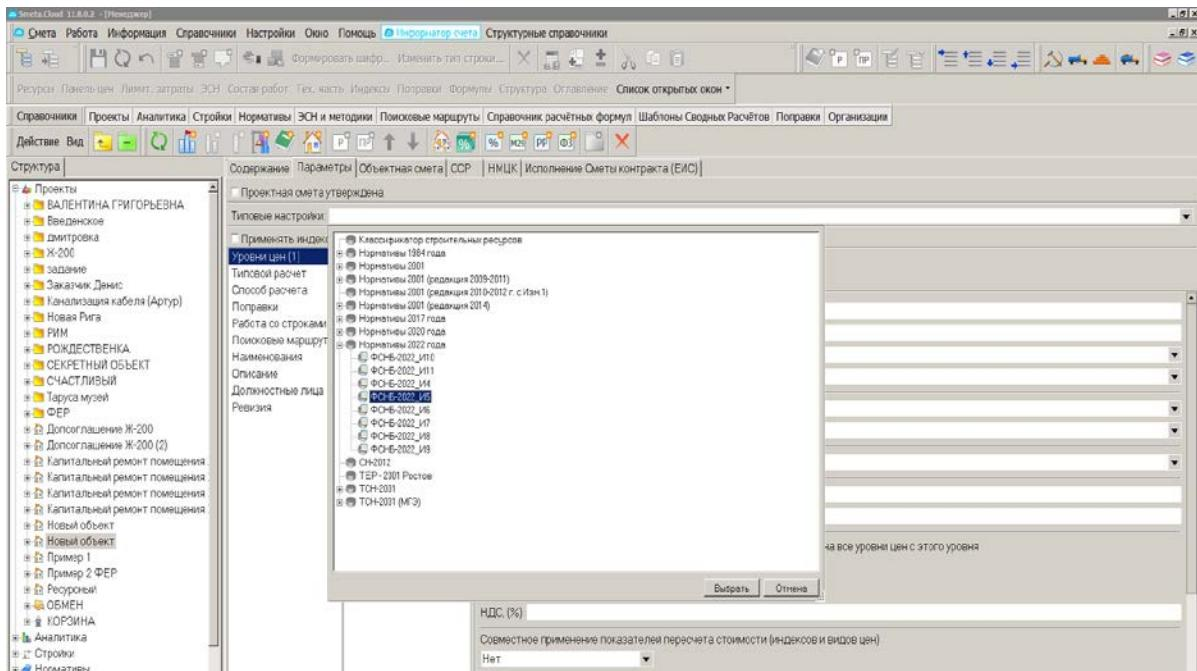

Рис.4. Выбор типовых настроек для РИМ
- нормативы-2022 для расчета РИМ (рис.4).